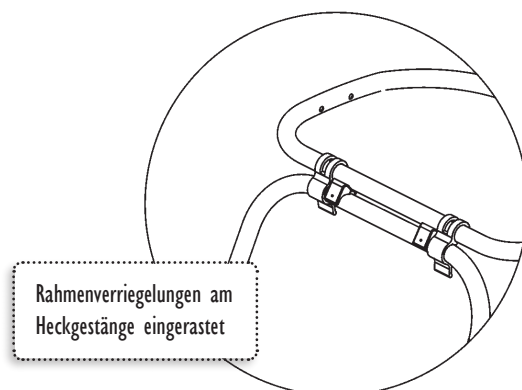

Abbildung 2
2. Drehen Sie anschließend die beiden Rahmenverriegelungen, bis sie am Heckgestänge neben und außerhalb der beiden Kunststoffhalter einrasten (s. Abbildung 2).